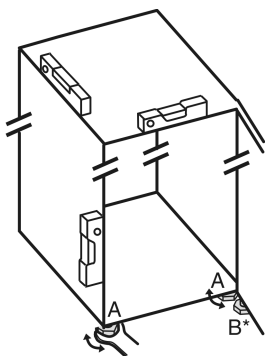

Fig. 8
- ▶ Выкрутите регулируемые опоры Fig. 8 (A) при помощи входящего в комплект поставки рожкового ключа и, используя уровень, выставьте устройство прочно и ровно по горизонтали.
- ▶ Выверните регулируемую опору Fig. 8 (B) на нижнем опорном кронштейне при помощи входящего в комплект поставки рожкового ключа до ее соприкосновения с полом.
- ▶ Поверните регулируемую опору Fig. 8 (B) еще на 90°.